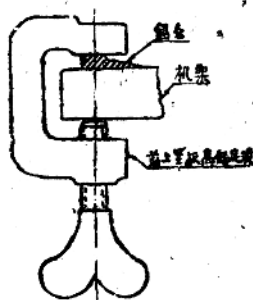

图 6
(1) 檢查边鉄螺絲是否有松动,加以旋紧。
(2) 从鋸條盘將鋸條引出,用两个前上罩板高低定規夹住,將鋸條头端銼成斜面長約 8~10 吋(图 6),并将鋸條另一面用銼刀打光約一周,以便焊錫。